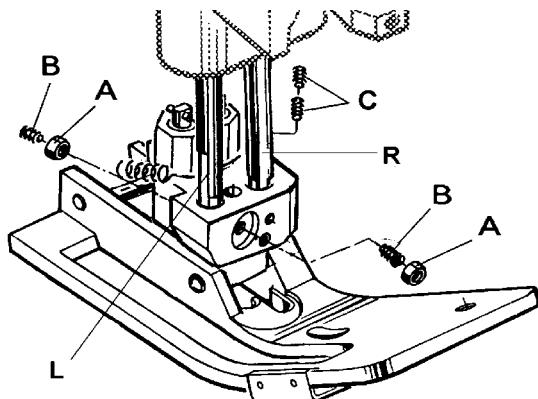

Fig. 15
Remove the needle and rotate handwheel until the feed dog is below the throat plate. Depress the presser foot lifter lever and insert the presser foot in the two presser bars (L and R, Fig. 15). The left presser bar (L) should only engage with its pivot in the opening of the presser foot shank.
Loosen the two lock nuts (A, Fig. 15) and align with the two set screws (B), the needle slot in the presser foot with the needle slot in the throat plate. Secure this setting with the two lock nuts (A).
Entfernen Sie die Nadel und drehen Sie das Handrad bis der Transporteur unter der Stichplatte steht. Drücken Sie den Drückerfuß-Lifterhebel und setzen Sie den Drückerfuß in die beiden Drückerfußstangen (L und R, Fig. 15) ein. Die linke Drückerfußstange (L) darf nur mit dem Zapfen in die Öffnung der Drückerfußnabe eingreifen.
Lösen Sie die beiden Kontermuttern (A, Fig. 15) und richten Sie mit den beiden Gewindestiften (B) das Stichloch im Drückerfuß zum Stichloch der Stichplatte aus. Sichern Sie diese Einstellung mit den beiden Kontermuttern (A).